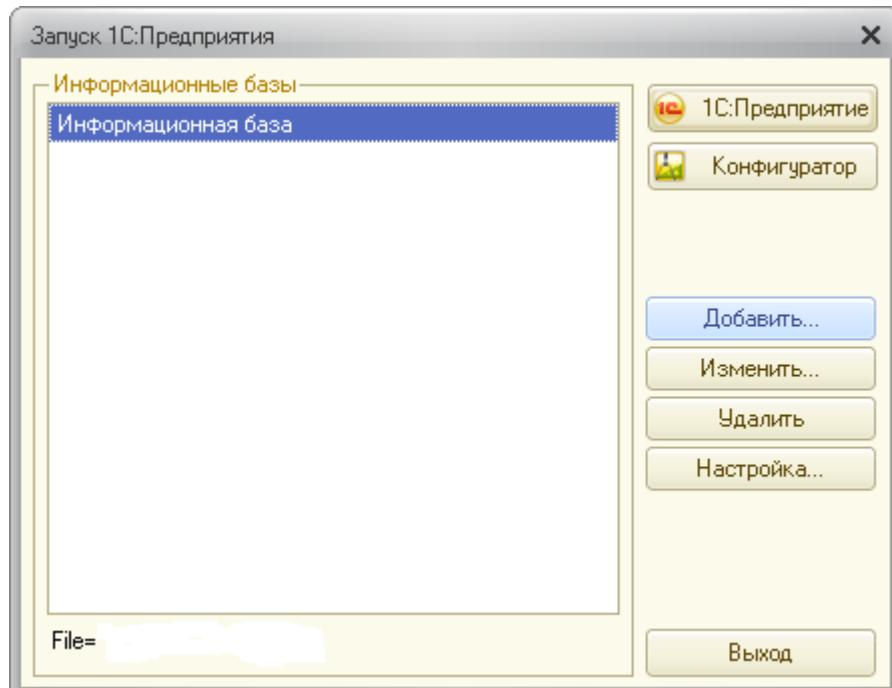

Рисунок 29 Добавление новой информационной базы
- В появившемся окне нажмите кнопку «Добавить...» (рис. 29).